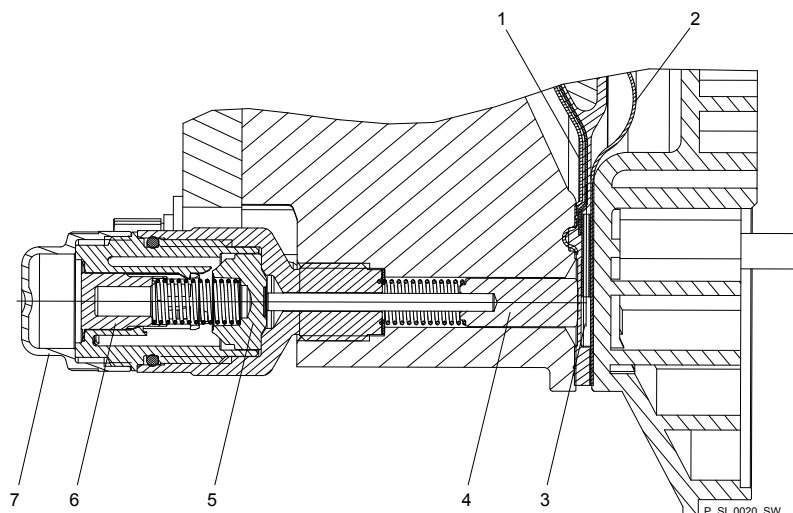

Fig. 24 : Vue en coupe de la signalisation de rupture de membrane Sigma (version « capteur visuel de rupture »)
2. ➤ Si le piston du capteur de rupture de la membrane – voir Fig. 24 , pos. 4 – devient humide ou encrassé, nettoyer le piston ainsi que l'orifice dans lequel il se déplace.